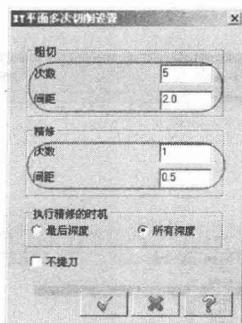

图 1-24 平面多次切削参数的设置
- (5) 单击 **平面多次铣削** 按钮，按照图 1-24 所示设置平面多次切削参数，然后单击  按钮。